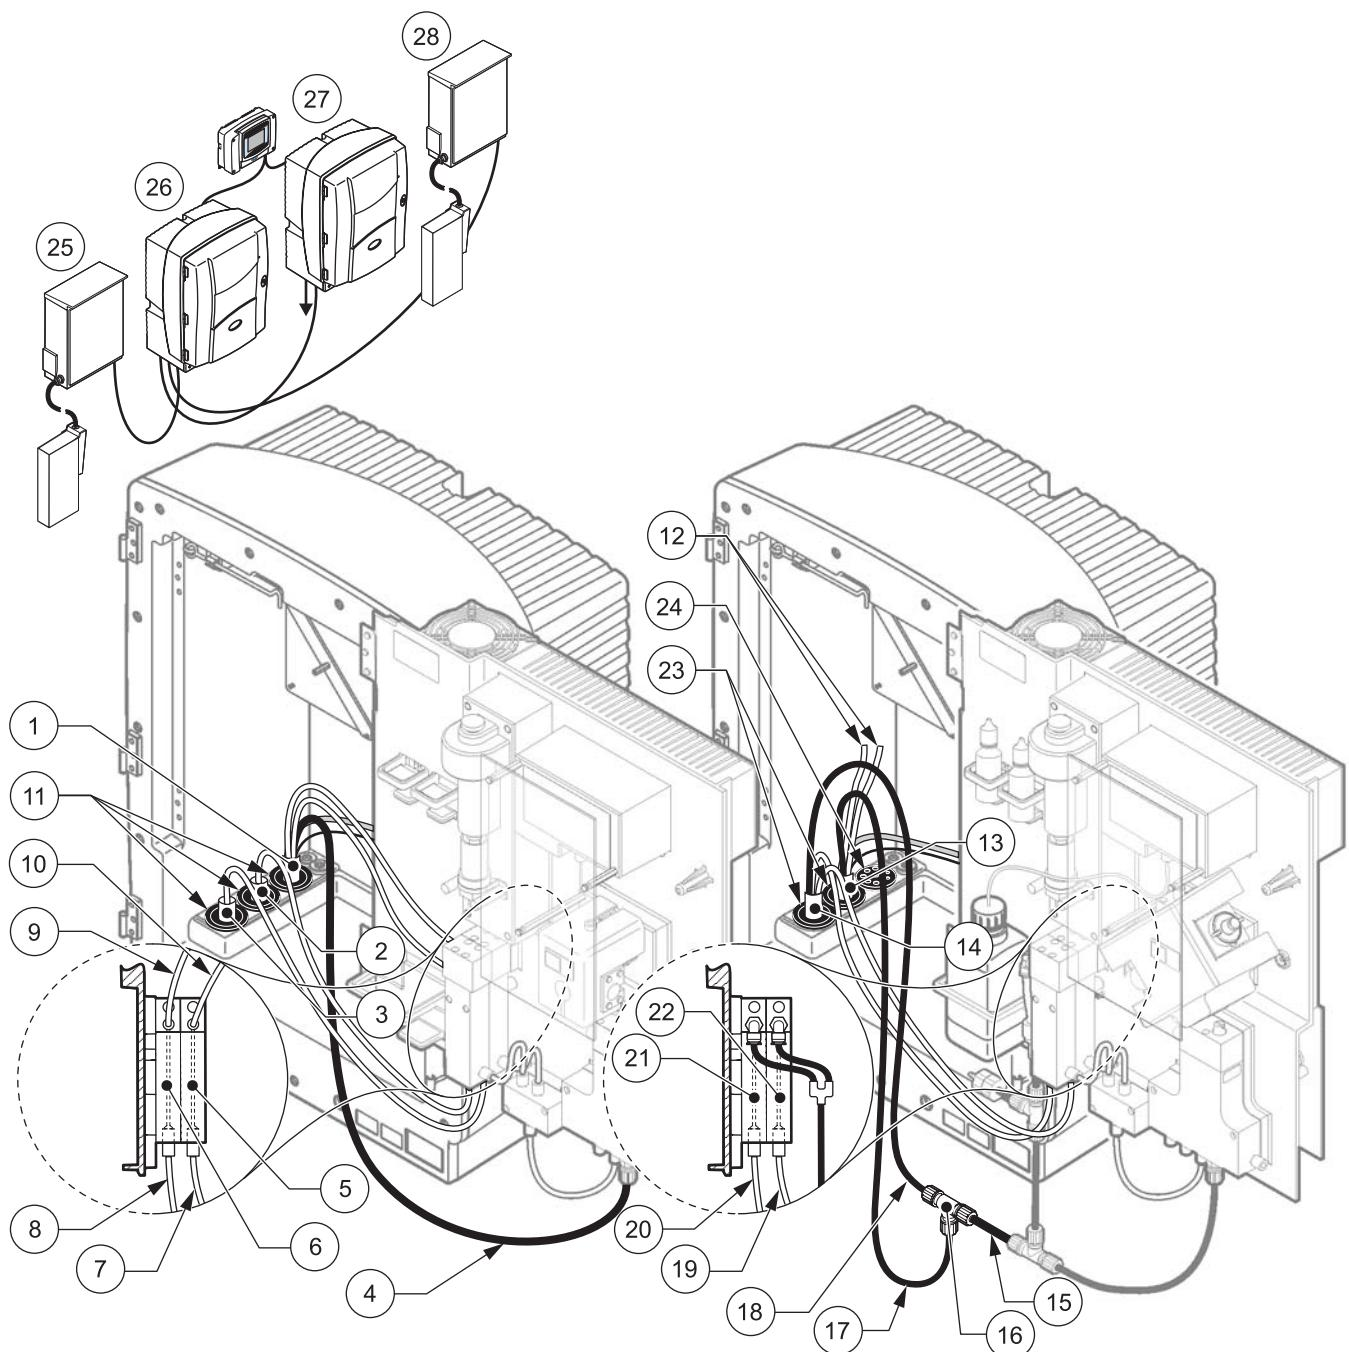

图 27 选项 6 设置
请参考图 27 以及选项 6 的以下说明：
- a. 通过分析器从 FILTRAX 1 引出加热的软管 (图 27, 项目 3)。使用 1 号密封塞加固。